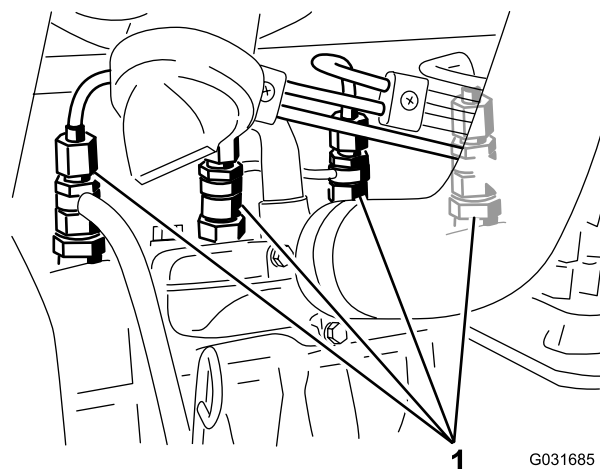

Figura 42
1. Allentate il raccordo dell'ugello n. 1 ed il gruppo portaugelli (Figura 42).